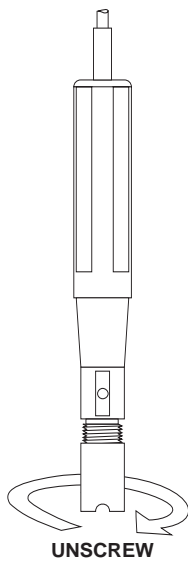

fig. 2
- Dévisser la membrane dans le sens inverse des aiguilles d'une montre (voir fig.2)